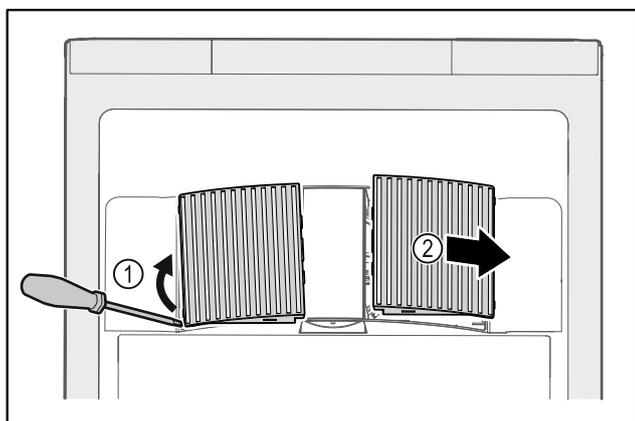

Fig. 227
- ▶ Extraire par un mouvement de levier les caches latéraux Fig. 227 (1) vers l'avant Fig. 227 (2).